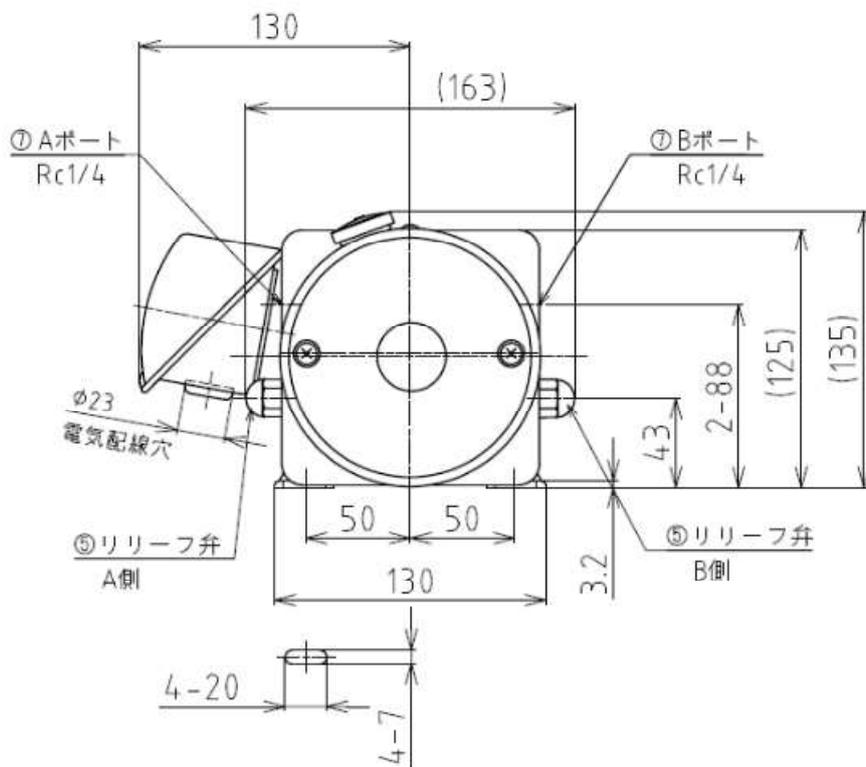

図2 正面図
5. 各部の機能（図 2, 3 参照）
- ①モーター・・・・・・・・全閉外扇形連続定格の三相誘導モーターです。三線のうち二線の入れ替えにより逆転し、吐出ポートが切り替わります。
- ②ケーシング・・・・・・・・本機の中心的役割をはたすもので、全バルブが内蔵されています。六角穴付プラグは、外さないで下さい。
- ③オイルタンク・・・・・・・・ケーシングに 2 本のネジで取り付けられています。それぞれ最高 0.45 L、1.0 L の油圧油が入ります。
- ④端子箱・・・・・・・・電源側端子を確実にビス止めし、フタをして使用して下さい。
- ⑤リリーフ弁・・・・・・・・油圧回路内の最高圧力を規制するための弁で、A ポート用、B ポート用に別れています。出荷時、定格圧力に設定してありますが、定められた範囲で調整が可能です。
- ⑥注油口兼エアブリーザー・・・・・・・・注油の際に取り外し、注油して下さい。
- (1) 本機はモーターベースを下側にして、横に取付けて下さい。
- (2) モーターは全閉外扇形になっていますが、完全に密閉されていませんので屋外に取付けるときは、本機全体をカバーで覆って下さい。
- (3) 設置場所の環境は、通気性が良く、周囲温度10～40℃が理想的です。
- (4) 電源の配線は、電源側の端子を確実にビス止めし、端子箱のフタをして下さい。
- (5) 本機にはR c 1 / 4の吐出ポートが2ヶ所あります。(図2参照) ここへ接続する配管材料はR c 1 / 4用を使用して下さい。他の部分の配管材料もR c 1 / 4用以上のものを使用して下さい。
- (6) 使用する配管材料は、十分にフラッシングしたものを使用して下さい。
- (7) 吐出ポートへニップルなどを接続する時は、漏れ防止のためシールテープ等を使用し、ネジ込みトルクは30 N・m 程度にして下さい。
(図2参照)